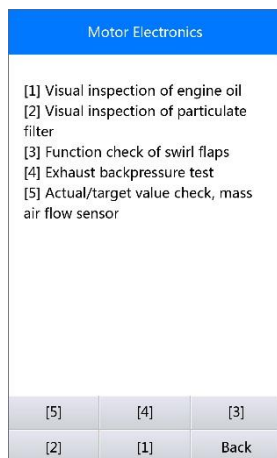

Figura 5-32 Ejemplo de pruebas del filtro de partículas
- a) Seleccione las teclas **[1]** y **OK** del menú de prueba del filtro de partículas (*Figura 5-32*).
- a) Seleccione las teclas **[2]** y **OK** del menú de prueba del filtro de partículas (*Figura 5-32*).
- a) Seleccione las teclas **[3]** y **OK** del menú de prueba del filtro de partículas (*Figura 5-32*).
- a) Seleccione las teclas **[4]** y **OK** del menú de prueba del filtro de partículas (*Figura 5-32*).
- a) Seleccione las teclas **[5]** y **OK** del menú de prueba del filtro de partículas (*Figura 5-32*).